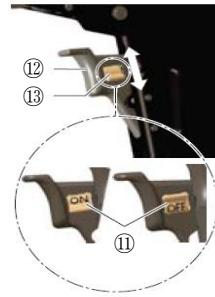

図 9
シース⑥を交換する際に安全ボタン⑪を OFF にし、安全のため骨パンチが作動しないようにする（図 9）。
- (1) 安全ボタン⑪を ON になると、骨パンチが作動する状態になる。
- (2) 安全ボタン⑪を OFF になると、骨パンチが作動しない状態（安全モード）になる。